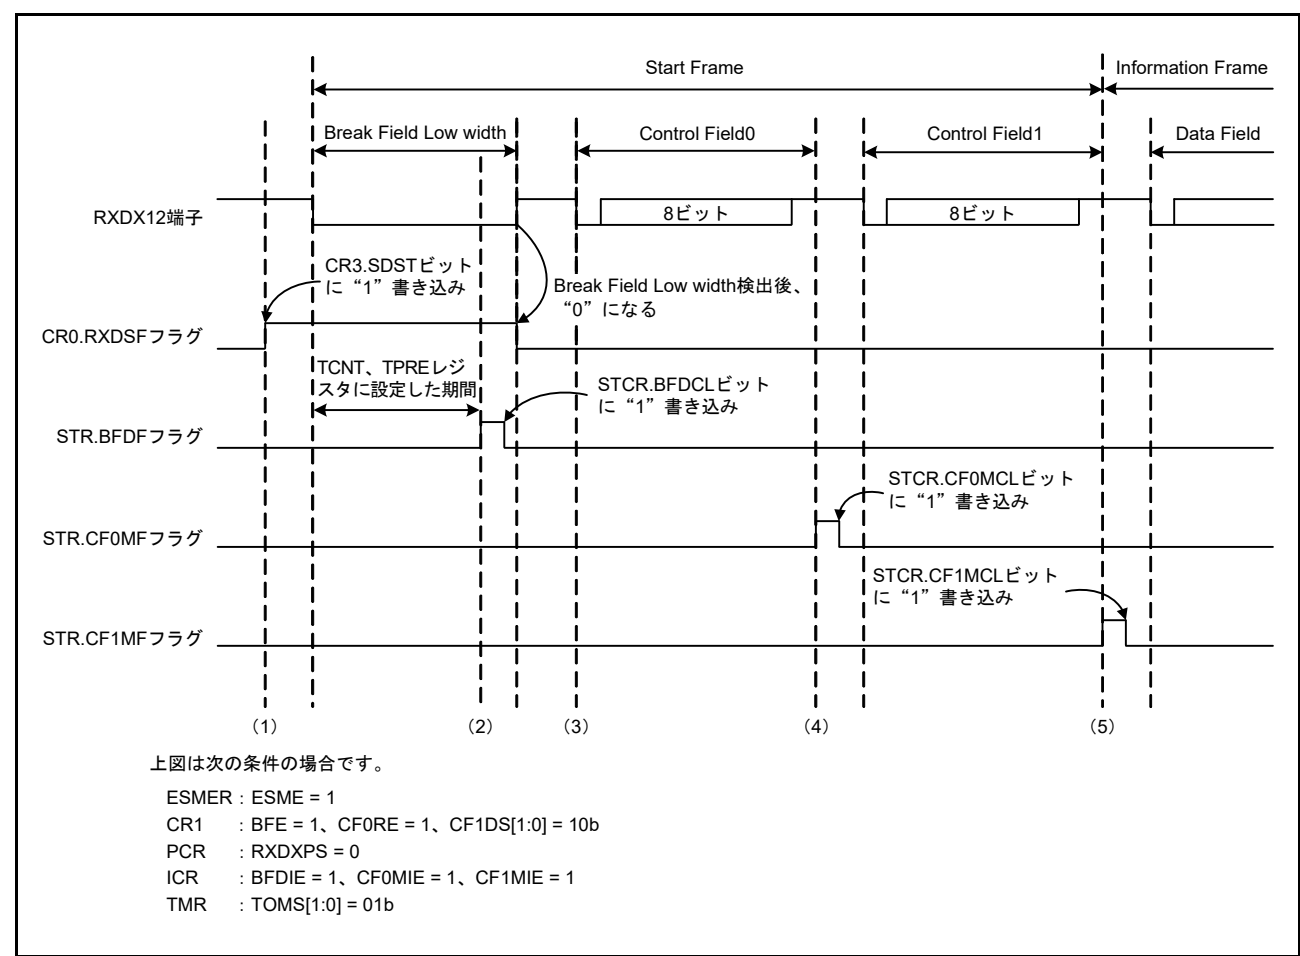
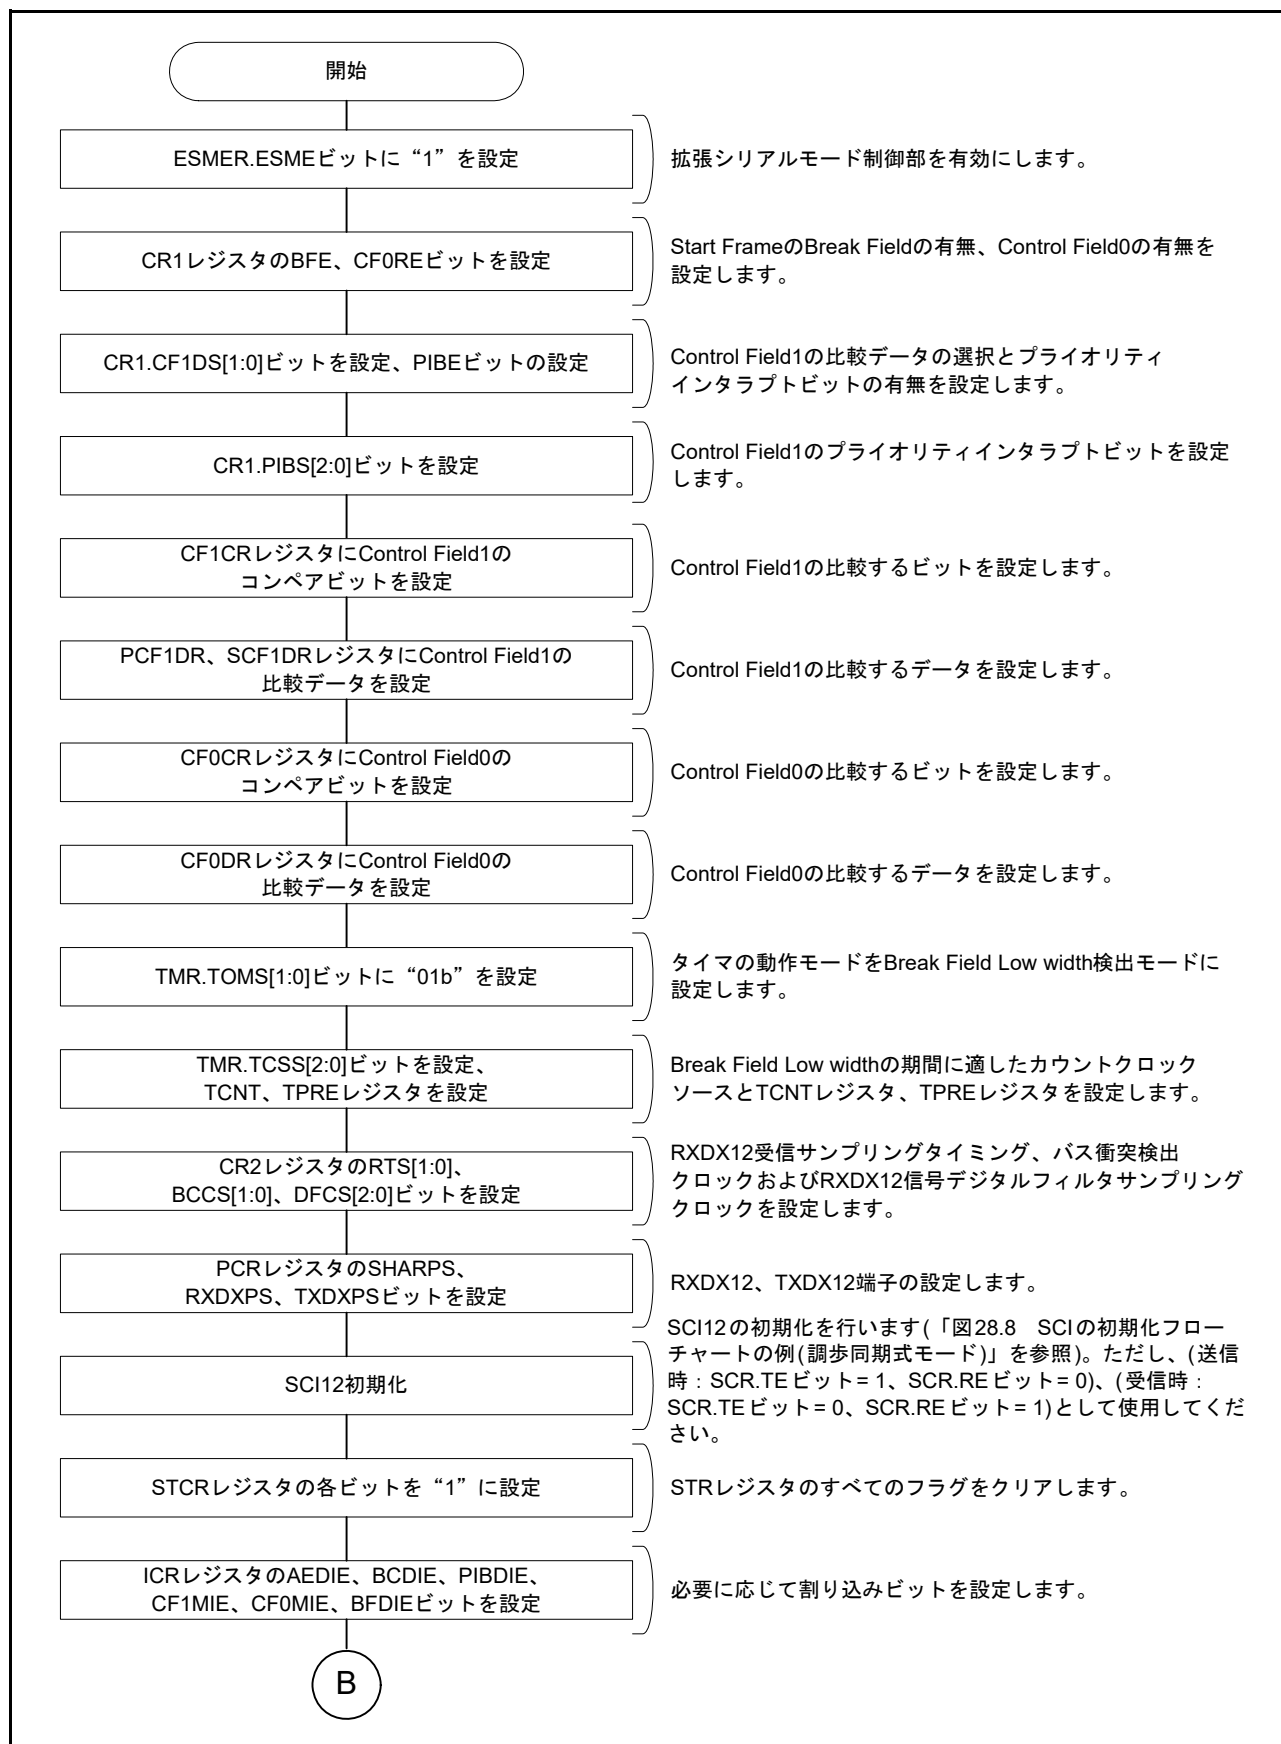
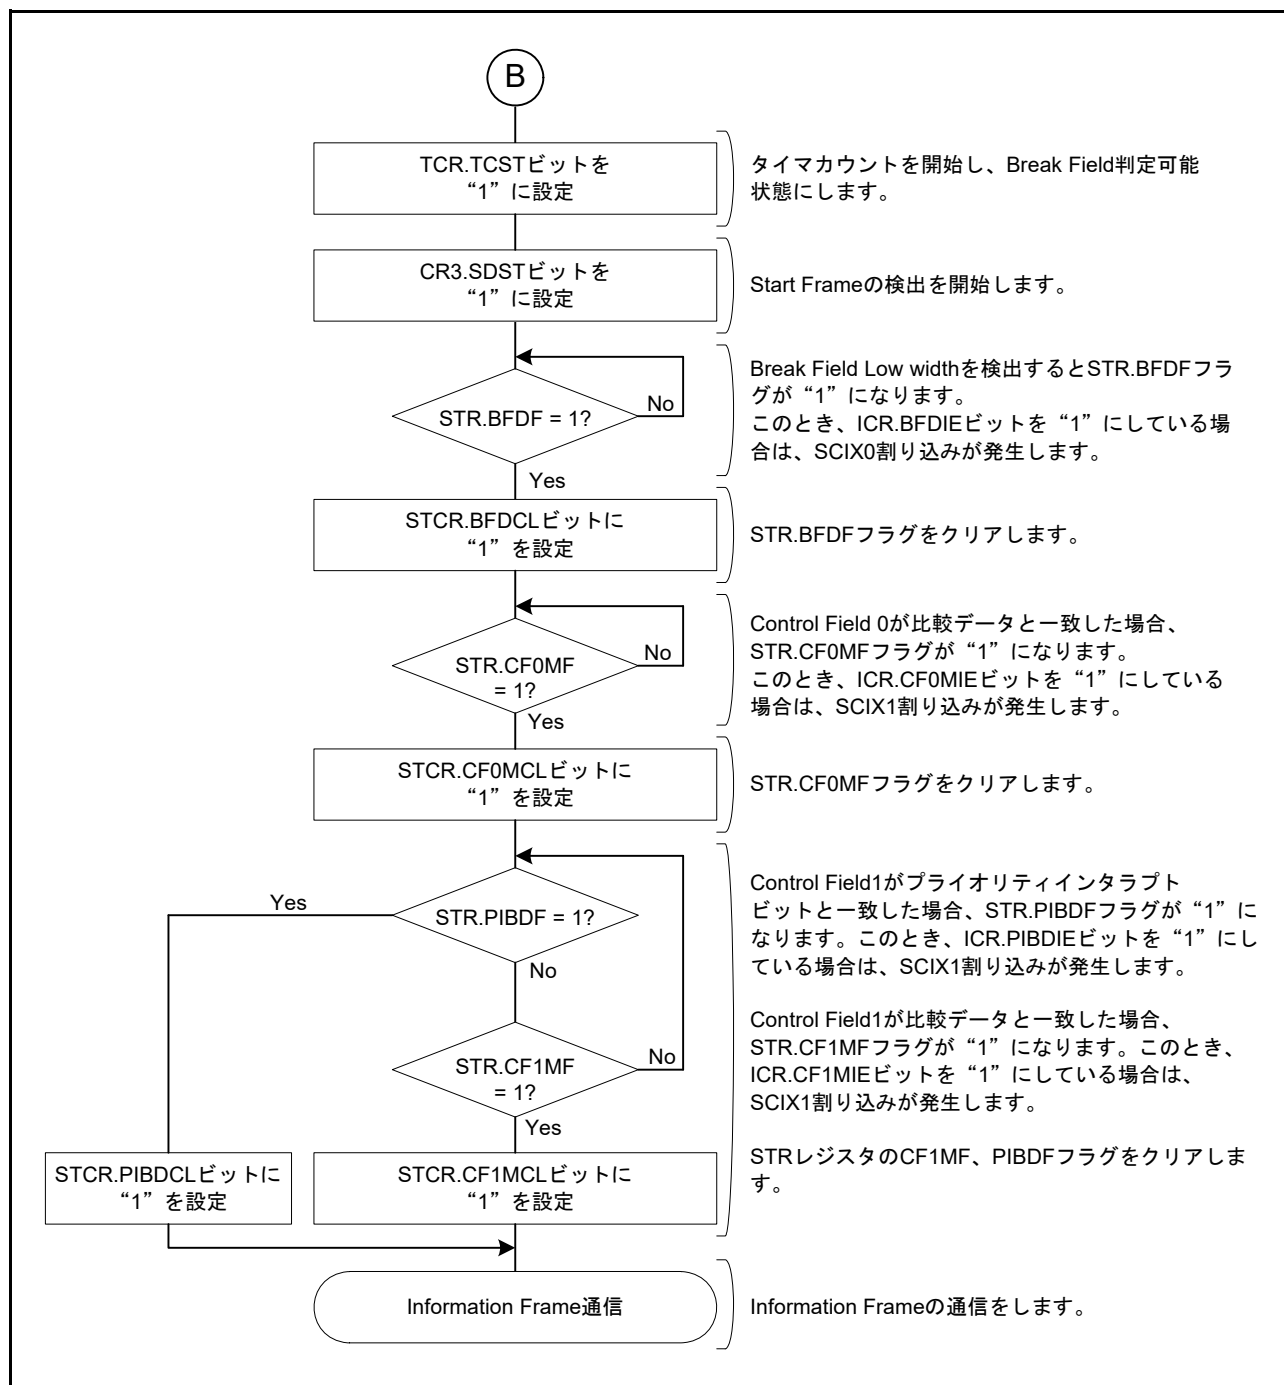
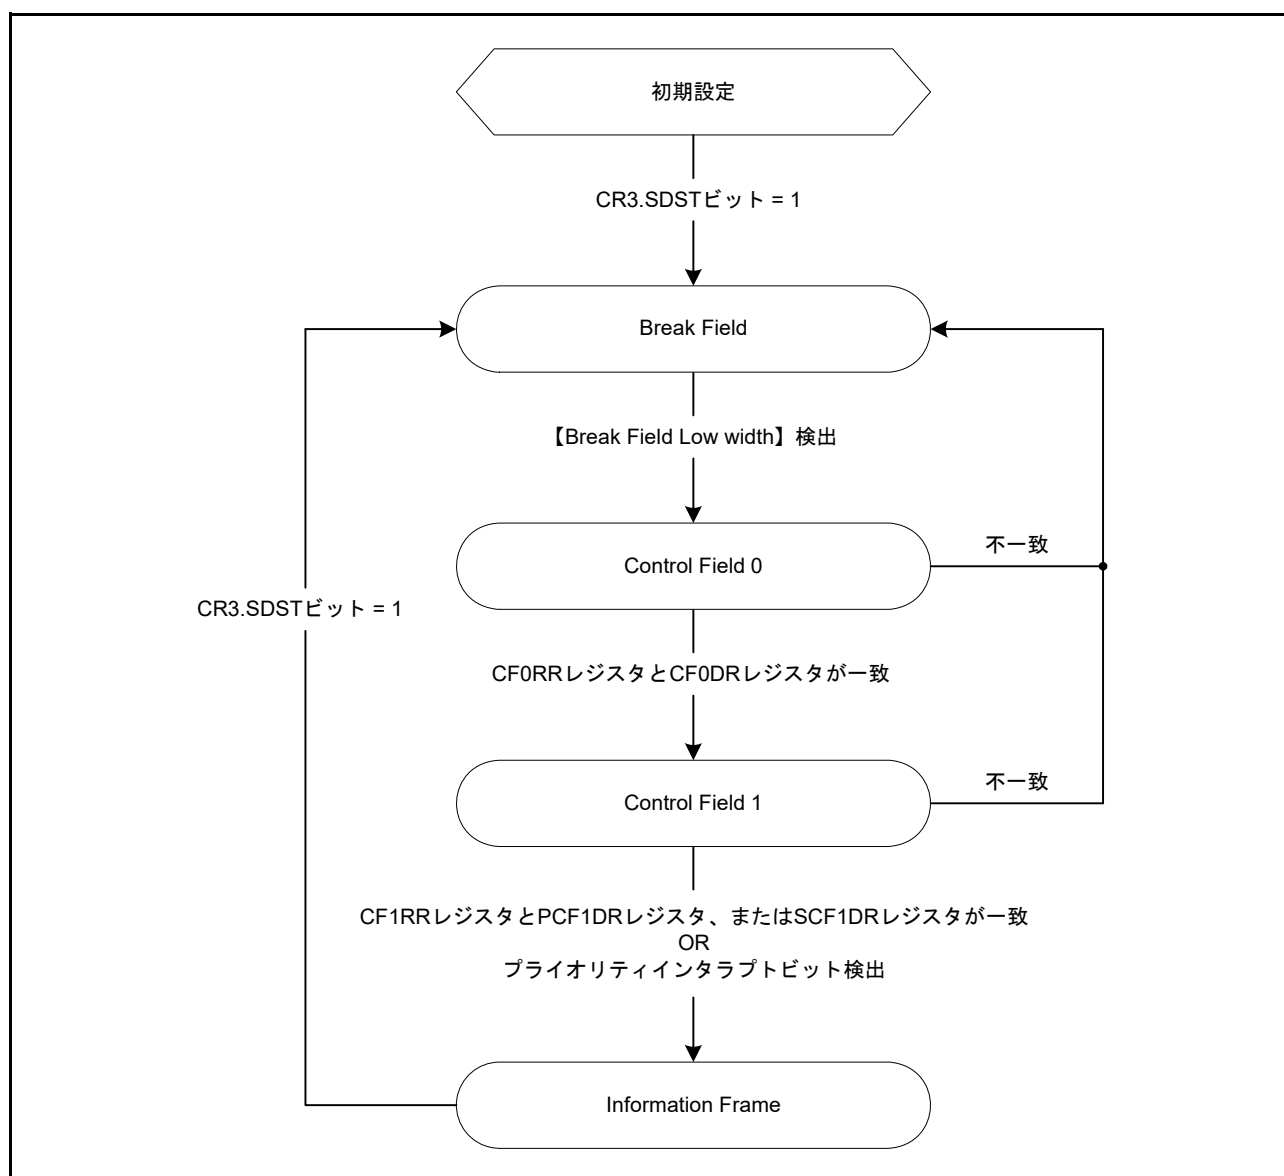

図 28.64 Start Frame 受信時の動作例
図 28.65 Start Frame 受信フローチャート例 (1)
図 28.66 Start Frame 受信フローチャート例 (2)
図 28.67 Start Frame 受信時の状態遷移図
図 28.64 に Break Field Low width、Control Field 0 および Control Field 1 で構成される Start Frame の受信時の動作例を示します。また、図 28.65、図 28.66 に Start Frame の受信を行うためのフローチャート、図 28.67 に Start Frame 受信時の状態遷移図を示します。
(1) ～ (4) は図 28.64 の Start Frame 受信時の動作例 (1) ～ (4) と同様になります。
(5) CR1.PIBS[2:0] ビットで指定したビットの値が PCF1DR レジスタに設定した値と一致した場合、STR.PIBDF フラグが“1”になります。また、ICR.PIBDIE ビットを“1”にしている場合は、SCIX1 割り込みが発生します。その後、Information Frame の通信を行います。Control Field 1 で受信したデータが PCF1DR レジスタまたは SCF1DR レジスタに設定したデータのどちらとも一致せず、プライオリティインタラプトビットも検出しない場合は、Break Field Low width 検出前の状態に遷移します。